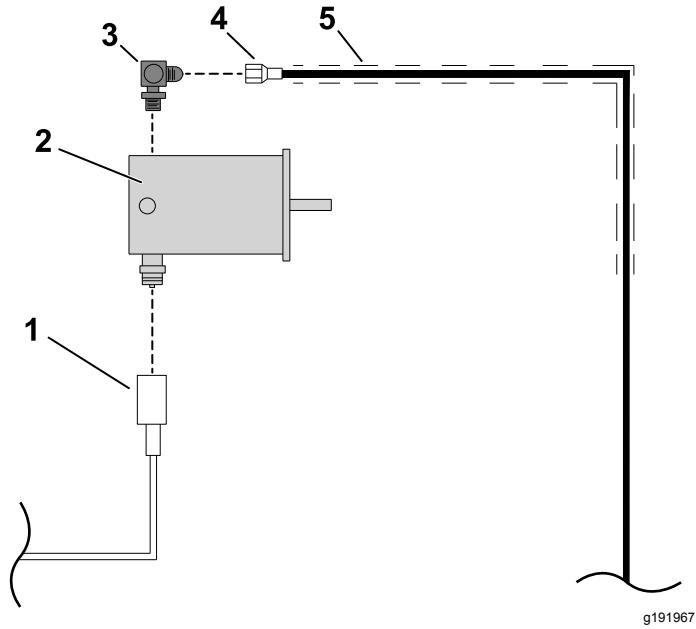

Рисунок 15
1. Установите кожух шланга длиной 147 см на гидравлический шланг А длиной 254 см (8 FJ – 6 MP), как показано на Рисунок 15.
2. Подсоедините один конец прямоугольного штуцера ($\frac{5}{8} \times \frac{1}{2}$ дюйма) к гидромотору, а другой конец – к гидравлическому шлангу А длиной 254 см (8 FJ – 6 MP), как показано на Рисунок 15.
3. Подсоедините гидравлический шланг, входящий в комплект сборщика кернов, к отверстию IN (ВХОД) гидромотора транспортера (Рисунок 15).